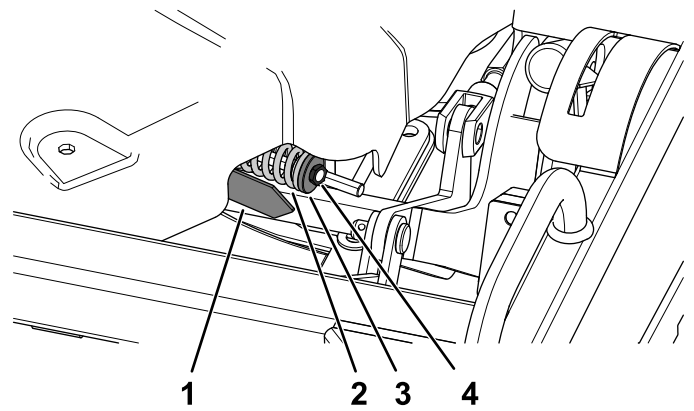

Figura 132
4. Slăbii sau strângei contrapiulia până când săgeata indicatorului de tensionare se aliniază cu suprafaa exterioră a aibei (Figura 132).